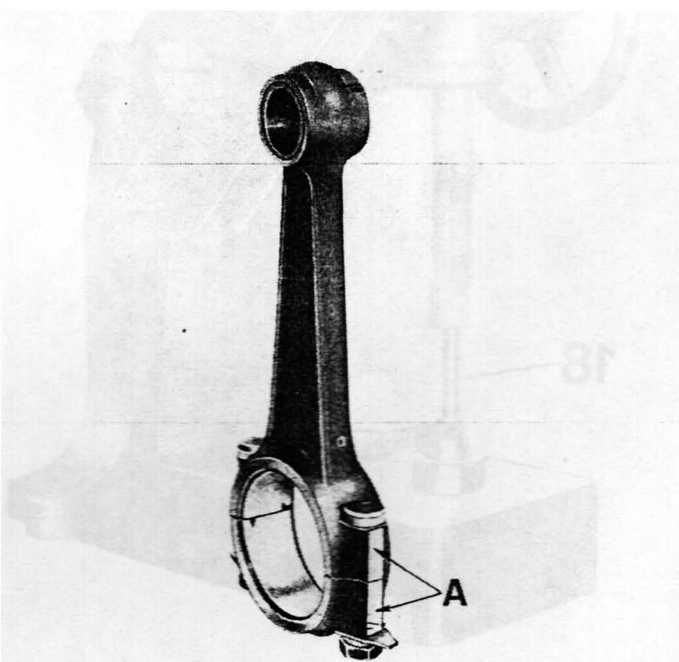

Fig. 47
- che il cappello sulla biella va montato osservando la parte smerigliata (vedere fig. 47).